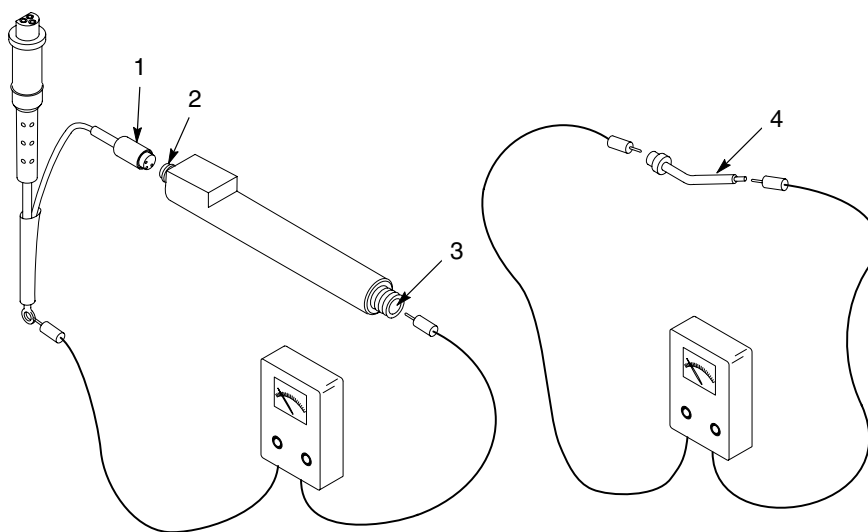

图 5-3 倍增器及接触尖端电阻检查
见图5-3。
1. 见图5-3。将兆欧表探定仪接至接触尖端末尾的铜连接器。